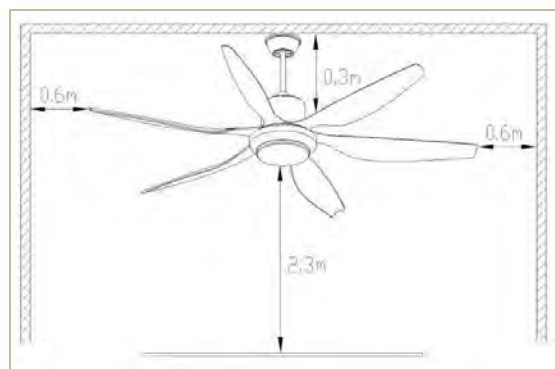

Fig 1
(1) Espacio mínimo para la instalación (Fig 1)